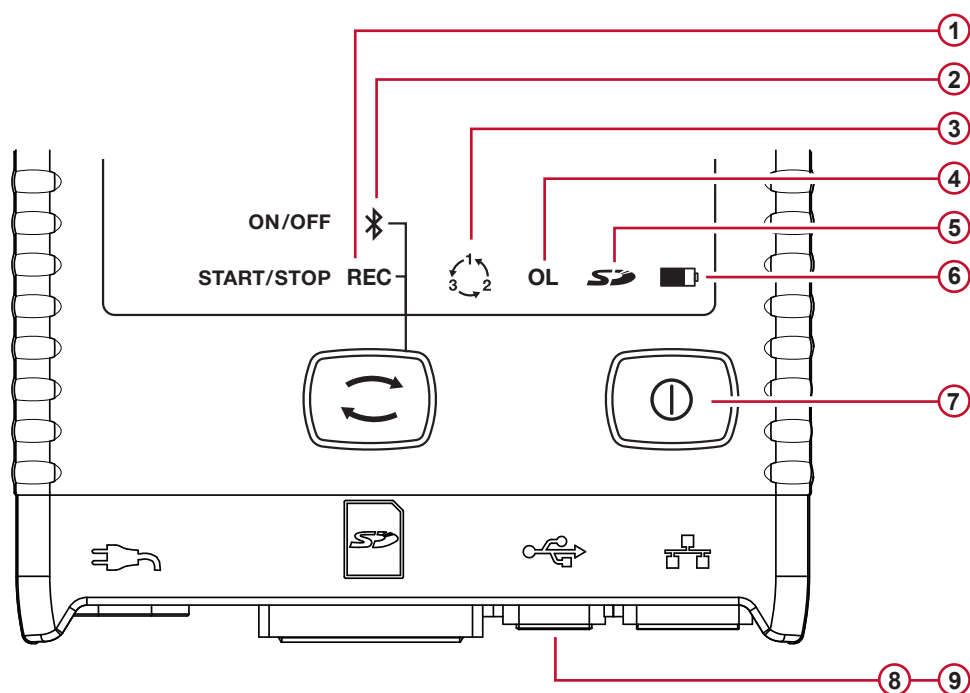

Figure 10
- Le voyants REC vert (n° 1 sur la Figure 10) s'allume 3 s et Bluetooth bleu (n° 2 sur la Figure 10) s'allument successivement pendant 3 secondes chacun. Pendant que chacun de ces boutons est allumé, vous pouvez définir leur fonction de la manière indiquée ci-dessous.